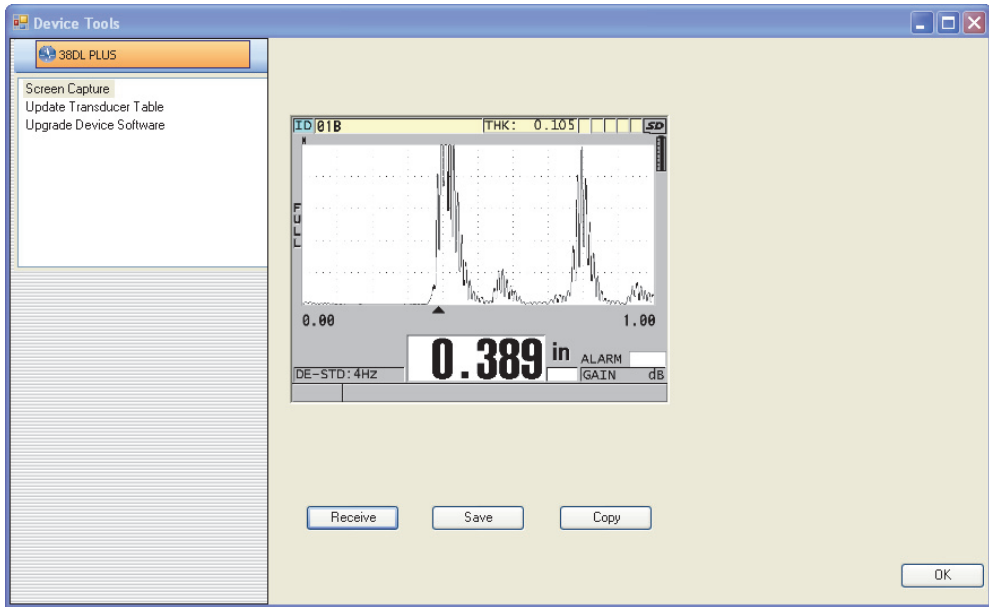

图 14-11 显示屏幕截图的设备工具对话框
- b) 在 **Device Tools**（设备工具）对话框中（参见第 261 页的图 14-11），选择 **Screen Capture**（屏幕截图），然后点击 **Receive**（接收）。